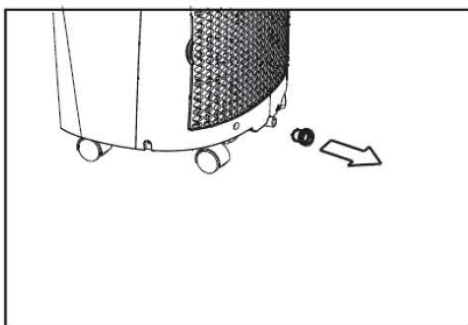

Abb. 23*
- Wenn der Wasserstand in der Bodenwanne ein bestimmtes Niveau erreicht, gibt das Gerät 8 Pieptöne ab und am Display erscheint "P1". Der Klimatisierungs- / Entfeuchtungsprozess stoppt sofort. Der Lüftermotor läuft jedoch weiter (das ist normal). Bewegen Sie das Klimagerät vorsichtig zu einer Stelle, wo Sie den Drainagestöpsel entfernen und das Wasser abfließen lassen können (Abb. 23*). Schalten Sie das Gerät neu und die Anzeige P1 verschwindet. Wenn der Fehler weiter auftritt, rufen Sie bitte den Servicedienst.
- Entfernen Sie den Gummistöpsel an der Rückseite des Geräts und schließen Sie den Drainageschlauch an. Positionieren Sie das andere Ende des Schlauchs direkt über einem Ablauf Ihres Fußbodens (Siehe Abb. 23*/ 24*).
- Entfernen Sie den Stöpsel am Bodenwannen-Kondensatablauf, um das Wasser abzulassen (Siehe Abb. 23*)